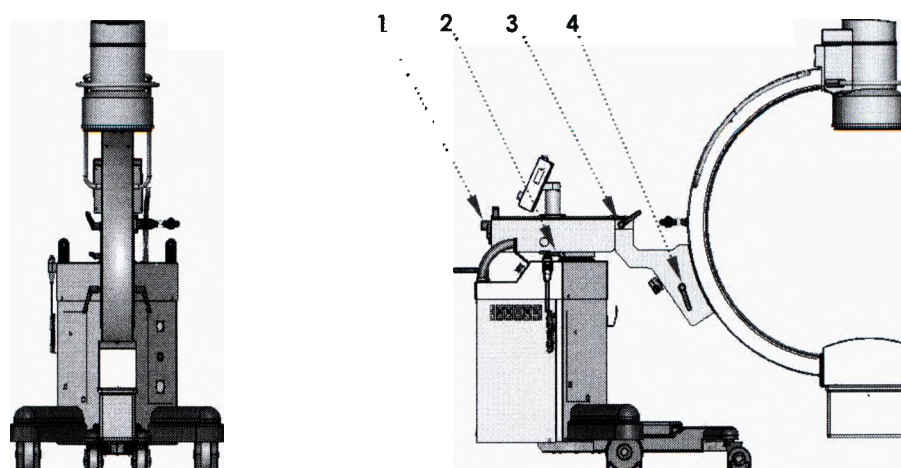

Рисунок 49
8.2.1 Установите штатив в позицию парковки (см. рисунок 49), как указано ниже.